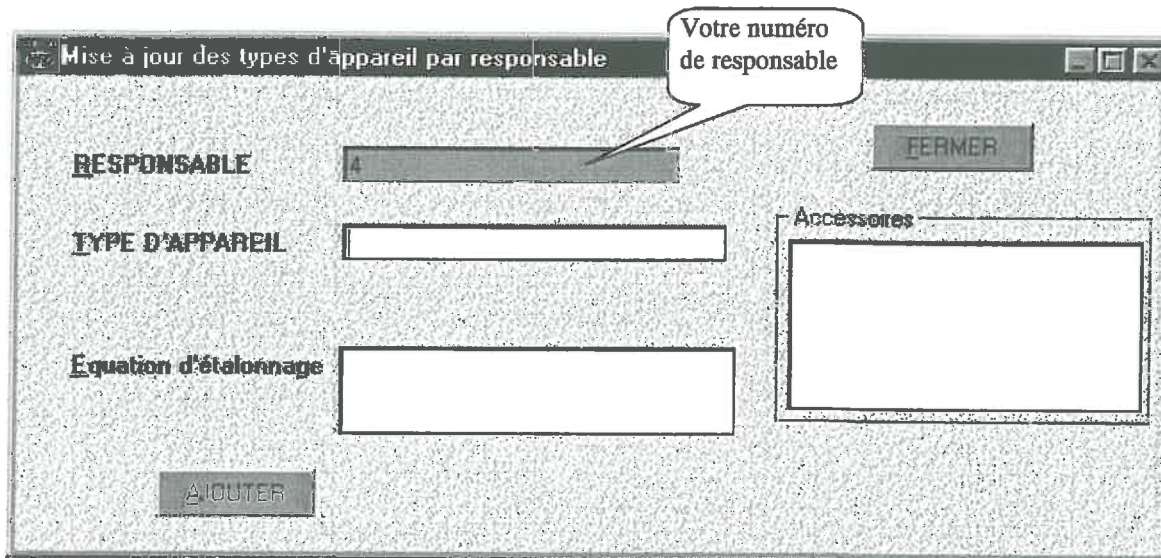

Fig. 18: Fenêtre d'ajout d'un type d'appareil avec ses caractéristiques
- La fenêtre de la fig. 18 n'apparaît pas